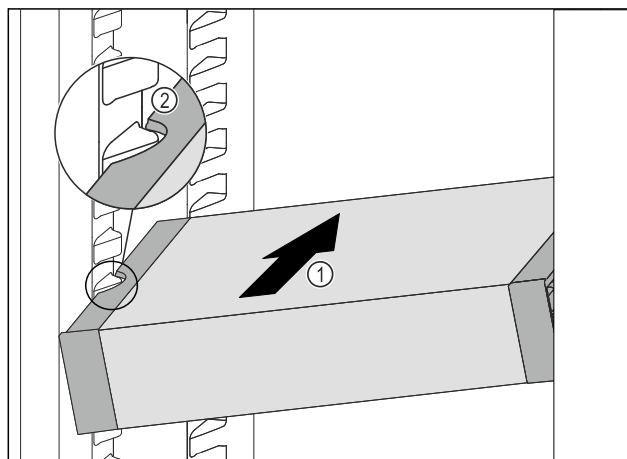

Fig. 78
- ▶ Sæt VarioSafe på skrå ind i kølesektionen, Fig. 78 (1) indtil udsparringerne i siden Fig. 78 (2) på VarioSafe er på niveau med beholderribben i kølesektionen.